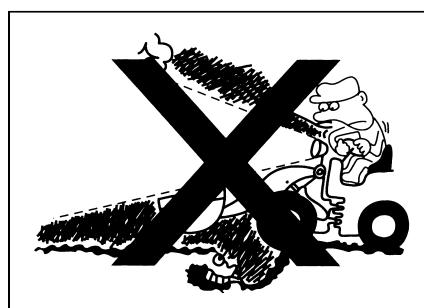

Рис.1-75
- При работе следует включить переднюю фару и потолочную лампу (рис. 1-75).